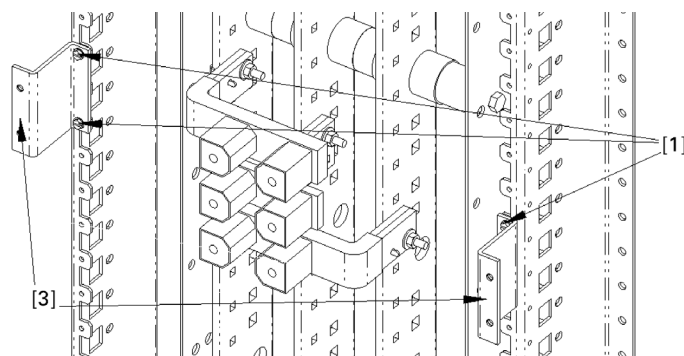

Figure 21. Installation des soutiens de montage de disjoncteur [3].
6. Installer les soutiens de montage de disjoncteur. Assurer les soutiens de montage de disjoncteurs [3] au rail latéral de panneau avec des vis autotaraudeuses [1], tel qu'illustré à la Figure 21. Serrer les vis à 30 lb.-po.